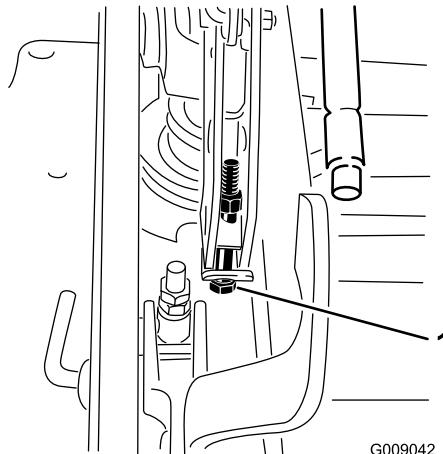

Figura 80
13. Se a plataforma estiver demasiado baixa, aperte o parafuso de ponto único de ajuste rodando-o no sentido dos ponteiros do relógio. Se a plataforma estiver demasiado alta, desaperte o parafuso de ponto único de ajuste rodando-o no sentido contrário ao dos ponteiros do relógio (**Figura 80**).